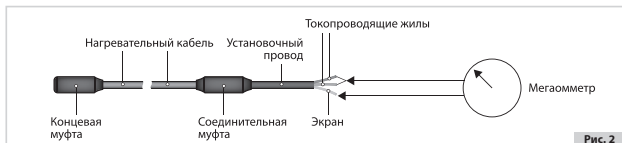

Рис. 2
4.5. До и после монтажа секции нагревательной, а также после заливки стяжкой необходимо проверить электрическое сопротивление нагревательных жил и сопротивление изоляции (рис. 2), результаты занести в Протокол измерений – Приложение 1 настоящего Руководства по эксплуатации.